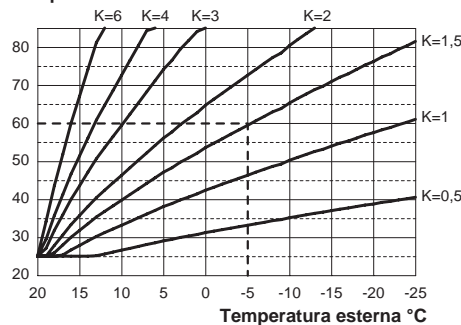
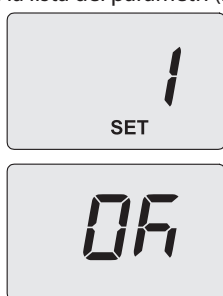

Figura 5.13
Figura 5.17
Se alla caldaia **È COLLEGATO** il comando remoto (opzionale) riferirsi alla Figura 5.13. In questo caso il settaggio del coefficiente K deve essere fatto da remoto.
Es. Per avere una temperatura di mandata all'impianto di riscaldamento di 60°C con una esterna di -5°C si deve settare un K di 1,5 (linea tratteggiata in Figura 5.13).
- Utilizzando i tasti 11 o 12 è possibile modificare il valore del parametro 15 da un minimo di **01** ad un massimo di **60** in base alla curva scelta del coefficiente K in Figura 5.13 (il valore letto sul display corrisponde a valori decimali di coefficienti K). Sul display compare la scritta "SET" (Figura 5.17).
- Premendo il tasto 13 (Figura 5.14) si ottiene la conferma del valore inserito. Sul display appare per 3 sec. la scritta "Ok", per poi visualizzare la lista dei parametri (Figura 5.17).